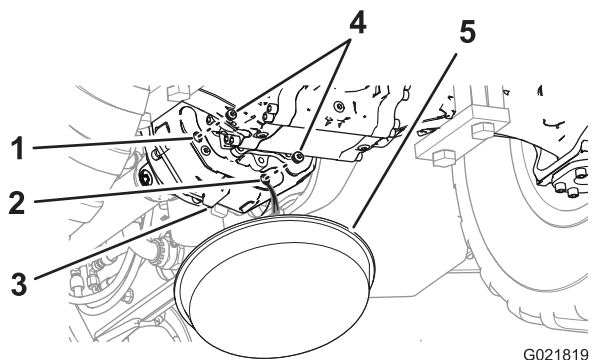

Figura 74
1. Posicione uma bandeja de drenagem sob a parte traseira da caixa de transmissão (Figura 74).
2. Remova os bujões de drenagem e de nível da caixa do transmissão (Figura 74).